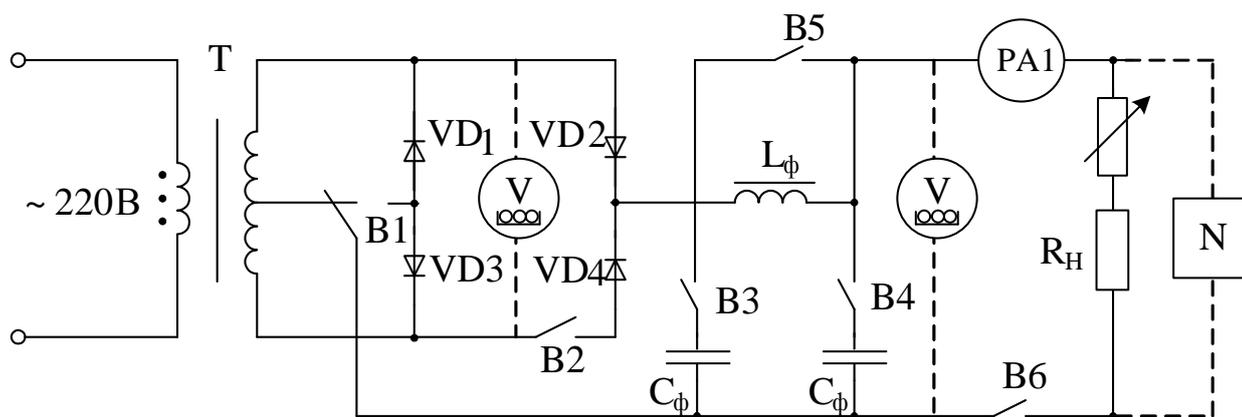

Рисунок 11.
2.4.1. Лабораторная работа выполняется на панели №5. Следует ознакомиться с однофазным выпрямительным устройством, схема которого приведена на рис. 11.